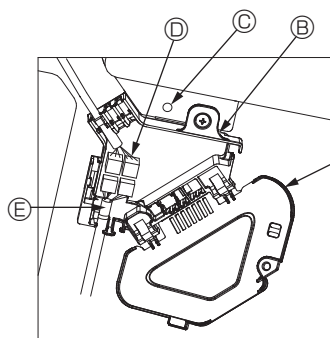
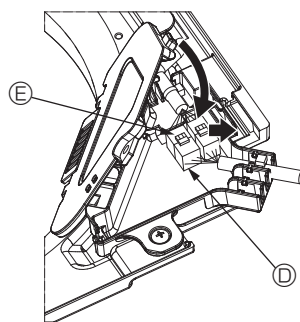

Fig. 10-8
Fig. 10-9
- ① Die Befestigungsschraube des Anschlusskastendeckels entfernen und den Deckel öffnen.
- ② Den Verbindungskabelstecker des Luftklappenmotors und den Steckverbinder an der Blende für den Luftklappenmotor im Anschlusskasten sicher verbinden. (Fig. 10-8)
- ③ Den Anschlusskastendeckel schließen.
- Beim Schließen des Anschlusskastendeckels den Deckel in Pfeilrichtung schieben und darauf achten, dass die Haltenase fest eingesetzt ist. (Fig. 10-9)